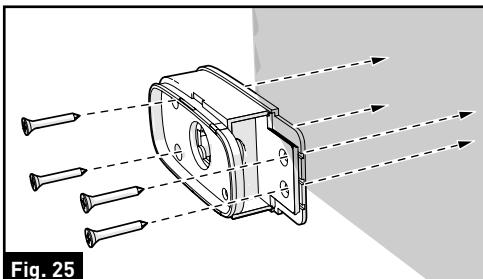

Fig. 25
5. Fixez la base du feu sur la paroi du véhicule à l'aide des quatre vis autotaraudeuses plates (quad drive tête plate #6 x 3/4 "auto-forage vis à bois). (Fig. 25)